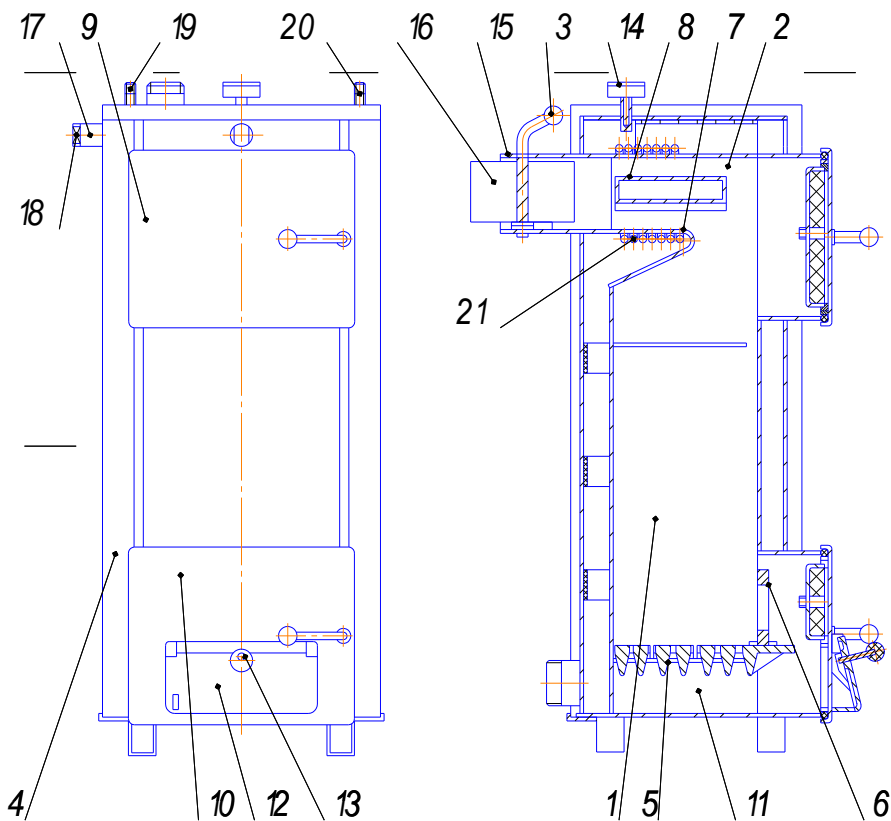

Рисунок 5.2 - Устройство котла для работы на твердом топливе с водоподогревателем.
5.2 Устройство котла для работы на твердом топливе с водоподогревателем (рисунок 5.2) аналогично описанному в п. 5.1, отличается только наличием водоподогревателя.